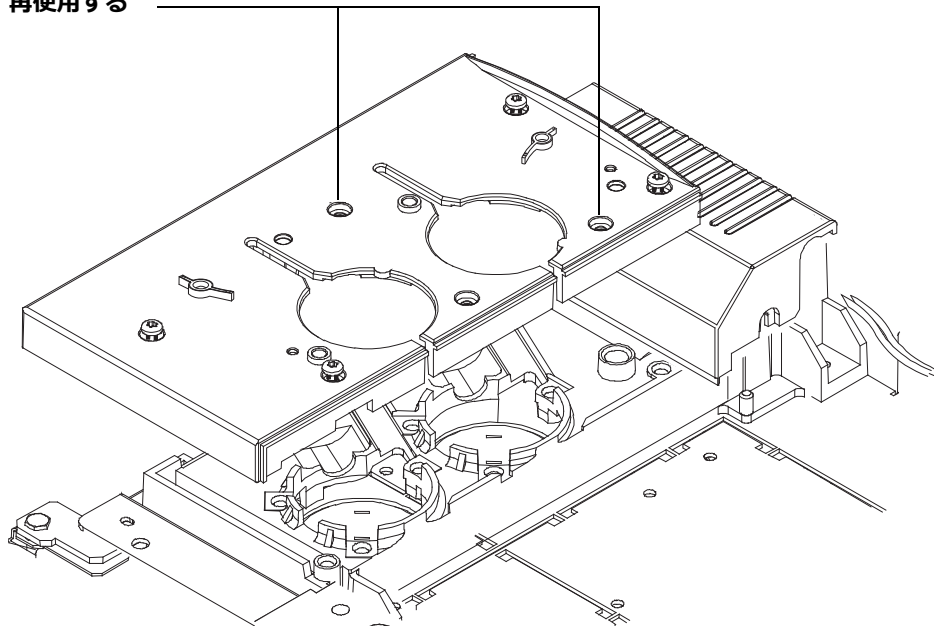

図 3 注入口上部カバーと注入口ファンカバーの交換 (6890 シリーズ GC)
- 4 元の注入口カバーに取り付けられていた 2 本のネジを使って、交換用の注入口上部カバーを 2 つの穴に固定します (図 3)。